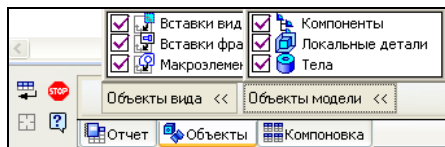

Рис. 9.19. Панель свойств команды **Создать отчет** на вкладке **Объекты**
- ♦ на Панели свойств активизируйте вкладку **Объекты** (рис. 9.19) и откройте панели **Объекты вида** и **Объекты модели**. В этих панелях содержатся списки типов объектов. Для того чтобы данный тип объектов участвовал в формировании отчета, необходимо включить опцию, расположенную слева от его названия.